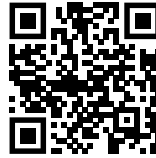

Fig. 116
- ▶ Öffnen sie das Liebherr SmartMonitoring Dashboard. (siehe Fig. 116)